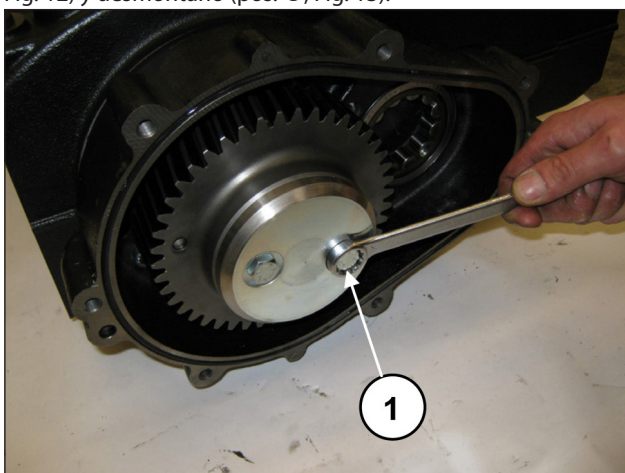
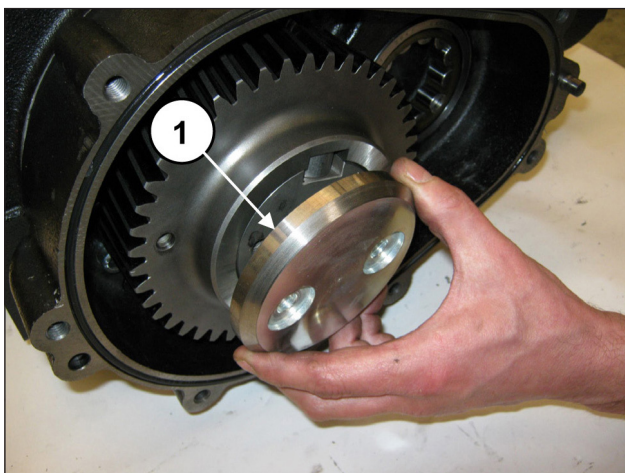

Fig. 12
Fig. 13
Aflojar los tornillos que fijan el tope de la corona (pos. ①, Fig. 12) y desmontarlo (pos. ①, Fig. 13).